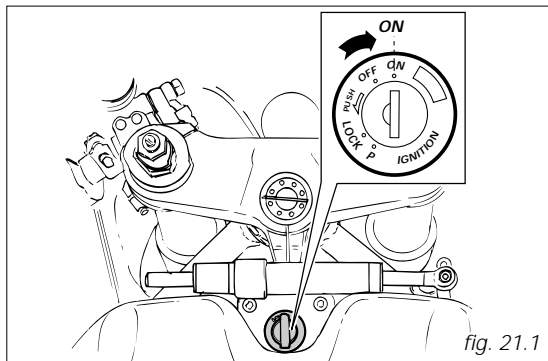

fig. 21.1
1) Spostare l'interruttore d'accensione sulla posizione **ON** (fig. 21.1). Verificare che la spia verde **N** e quella rossa  sul cruscotto risultino accese.